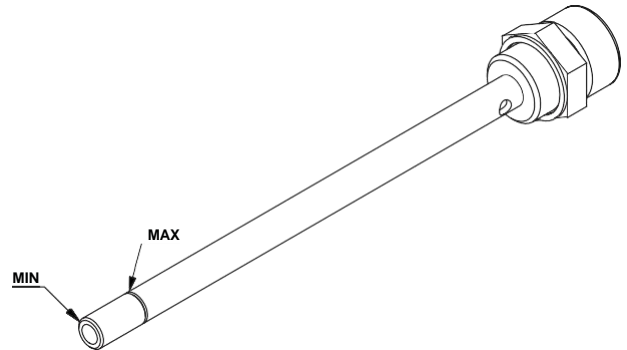

FIG. 22
- Kontrollera att oljan når upp mellan markeringarna MIN och MAX på oljestickan (fig. 22)